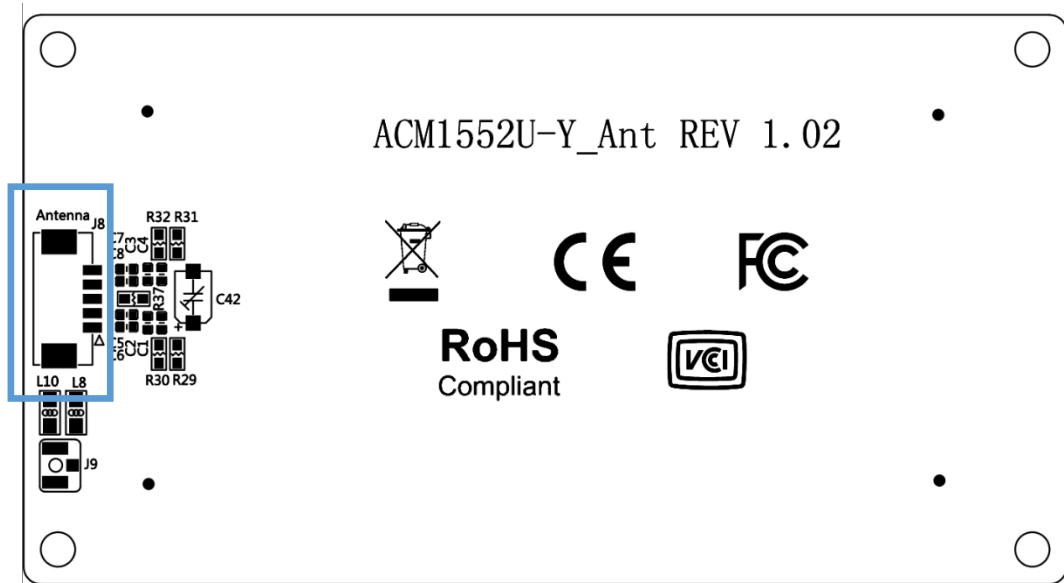

図 2: ACM1552U-Y メインボード
2. ACM1552U-Y メインボードの **J8** にアンテナケーブルを接続します。(を参照図 2)